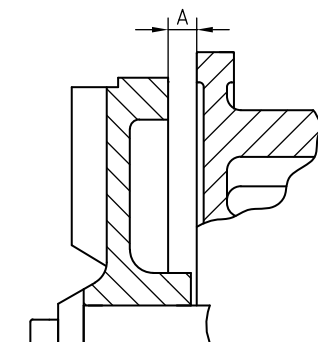

Figure 17: Réglage de la roue FRES.
- 2 Ajustez la roue à la taille **A** entre l'arrière de la roue et le couvercle intermédiaire. Voir la figure 17 et le Tableau 6 ci-dessous. Utilisez de préférence 2 règles graduées.